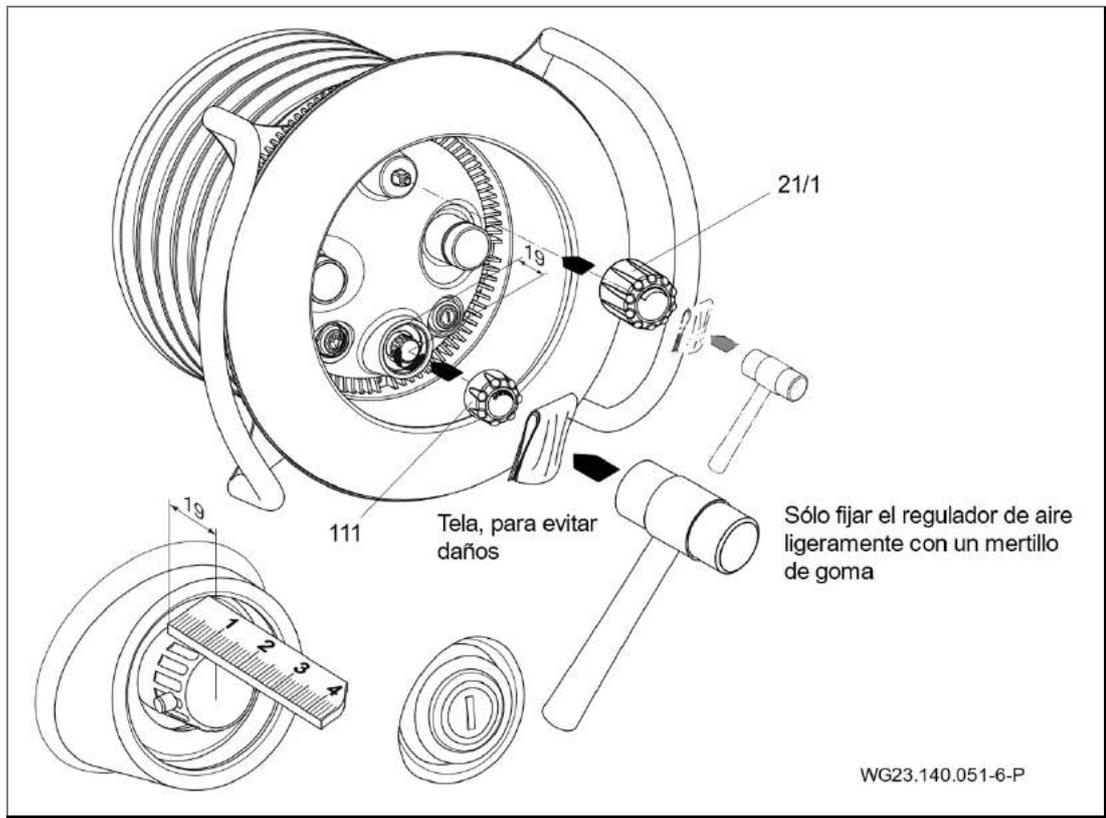

Fig. 20
11. Alinear la cubierta de luz (110) centrada en la caja de boquillas (102.1) y fijarla con cuatro tornillos con rosca cortante (112). (Fig. 20)